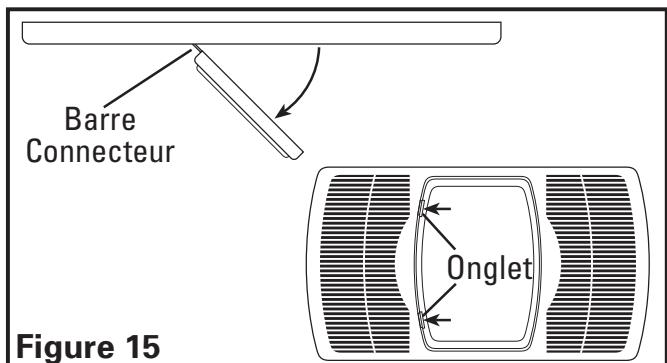

Figure 15
- Fermer les lentilles de lumière et fixer en place en les basculant en position et en pressant les onglets en place (**Figure 15**).